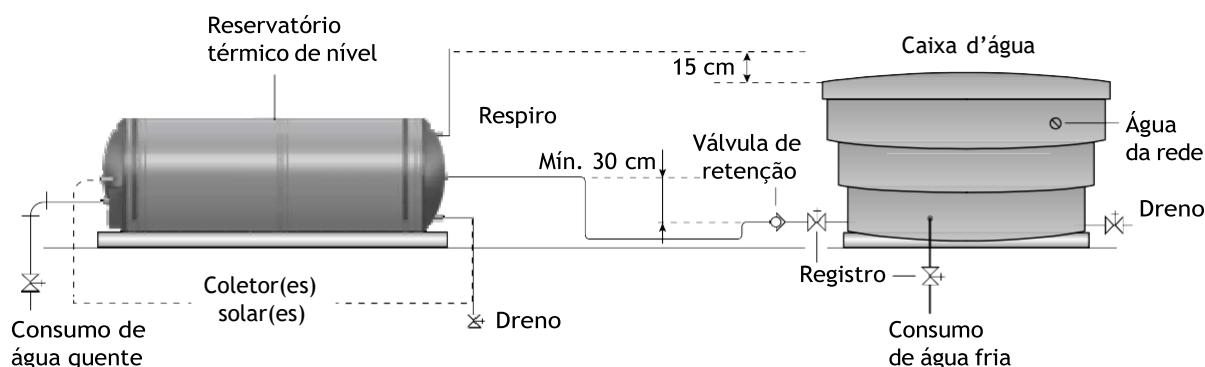

Fig. 28 - Circuito secundário Baixa Pressão - Nível
- ▶ Na tubulação de consumo de água quente, próximo ao reservatório térmico, deve haver um tubo de respiro para controlar a pressão em seu interior (Fig. 28). O tubo deve ultrapassar em no mínimo 15cm o nível da altura máxima da caixa de alimentação de água fria e nunca estar imerso na água, tal contato poderia provocar uma circulação por termossifão entre o reservatório térmico e a caixa d'água, resultando no aquecimento da mesma e consequentemente a perda de rendimento do sistema.
- ▶ Na tampa lateral do reservatório térmico, onde está localizado o sistema de apoio elétrico (resistência), está o tubo inferior que deve ser utilizado como saída para consumo de água quente (Fig. 28).